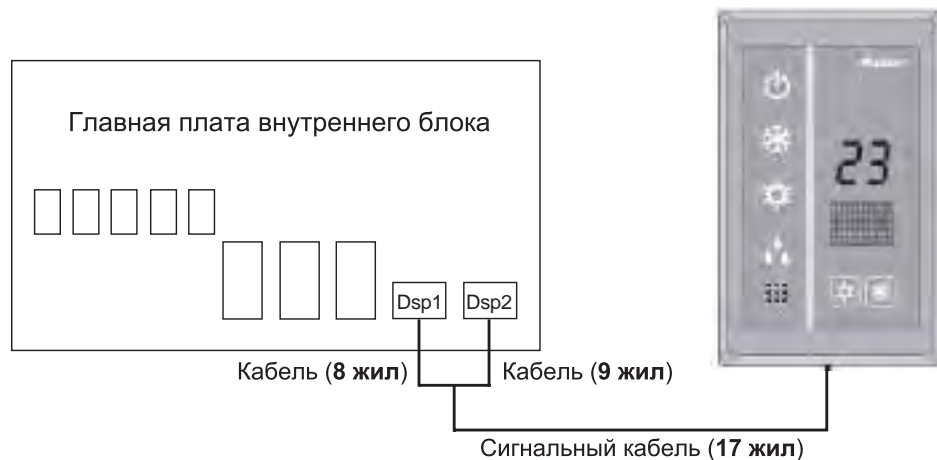

Рис. 8.5.
8.3.7. Если необходимо управлять работой канальных внутренних блоков с помощью беспроводного пульта управления, подключите приемник ИК-сигнала JS03 к разъемам Dsp1 и Dsp2 на главной плате внутреннего блока (рис. 8.5.).